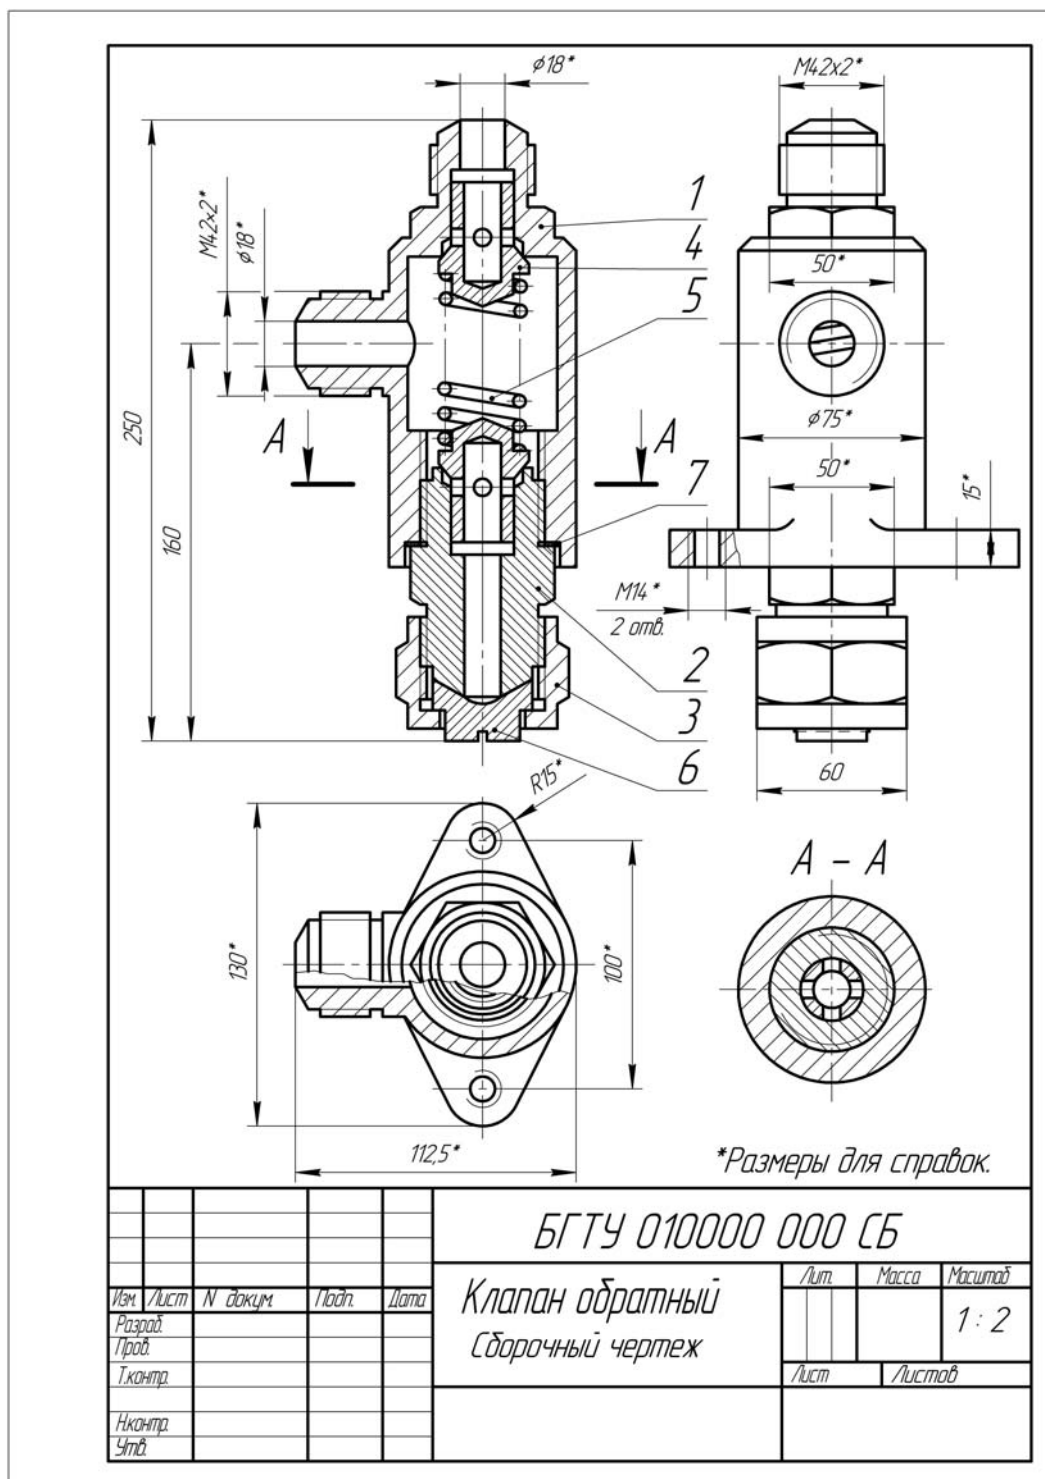

Рис. 7.1. Пример задания по теме «Деталирование сборочного чертежа»
- **изображение сборочной единицы** (виды, разрезы, сечения и т. д.) (рис. 7.1);